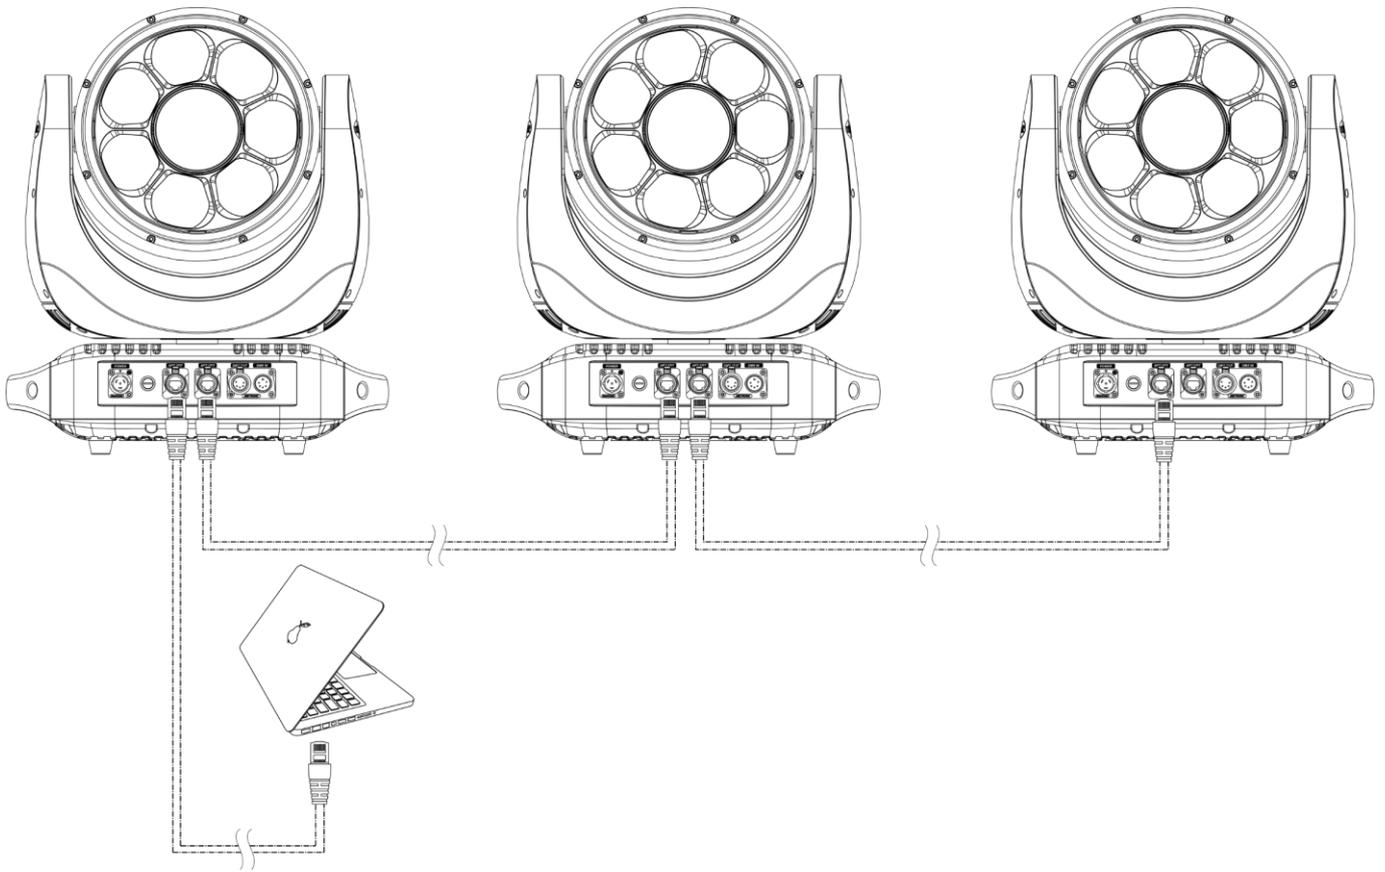

Fig. 09
- 05) Conecte las unidades entre ellas como se indica en la Fig. 09. Conecte un cable de señal CAT-5/CAT-6 que vaya desde el conector de salida RJ45 de la primera unidad al conector de entrada de la segunda unidad. Repita este proceso para interconectar el resto de las unidades.